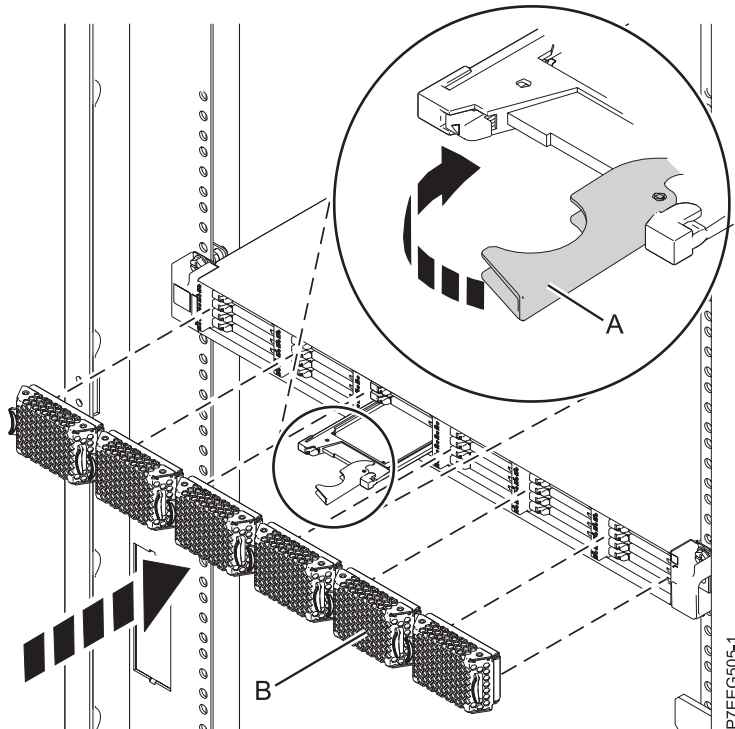

Figure 28. Remplacement d'une unité SSD dans l'armoire de stockage PCIe ED/R1.
3. Tournez la poignée de verrouillage (A) pour la mettre en position verrouillée, comme indiqué à la figure 28, à la page 52.
4. Installez le panneau (B).